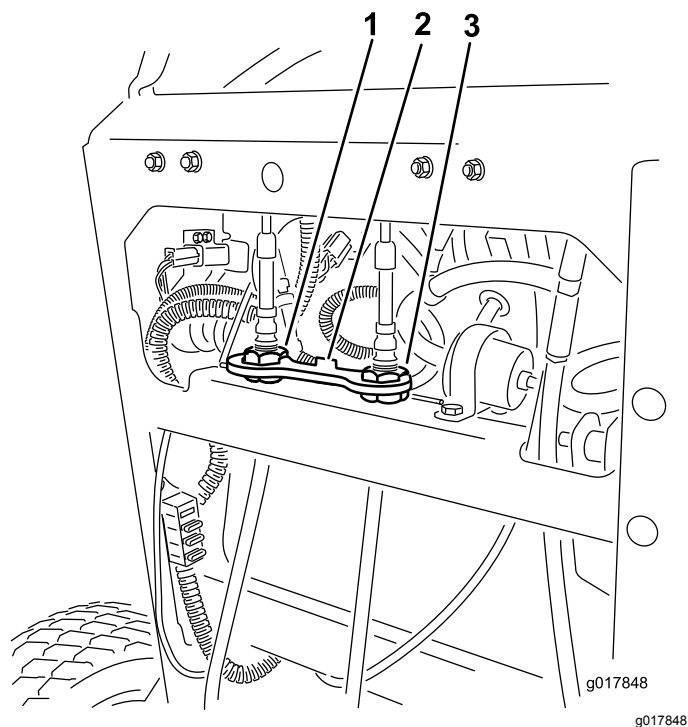

Figure 53
4. Tournez le dispositif de réglage du câble droit pour positionner le levier de commande de déplacement droit au centre de la fente de verrouillage au point mort du panneau de commande (Figure 53).